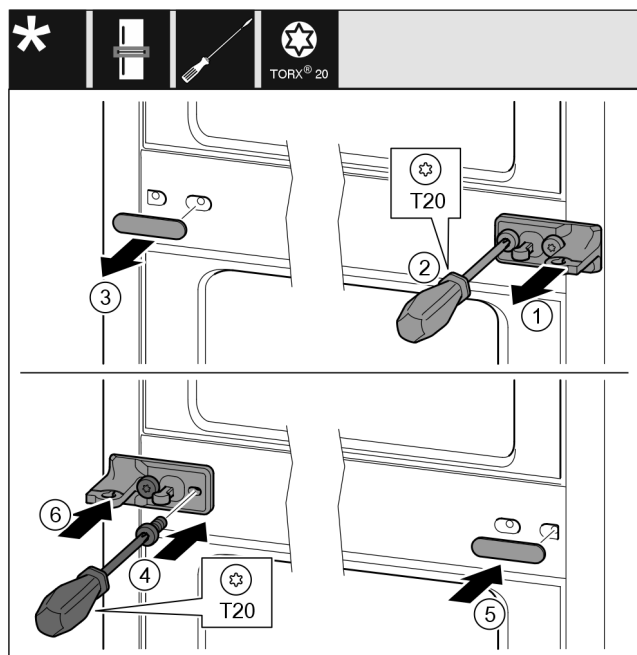

Fig. 21
- ▶ Snemite šipo. Fig. 21 (1)
- ▶ Izvijte vijake z izvijačem T20. Fig. 21 (2)
- ▶ Previdno snemite pokrov. Fig. 21 (3)
- ▶ Ležajni podstavek s folijo, obrnjen za 180°, na drugi strani trdno privijte. Fig. 21 (4)
- ▶ Pokrov, obrnjen za 180°, namestite na drugi strani. Fig. 21 (5)
- ▶ Šipo potisnite gor od spredaj. Fig. 21 (6)